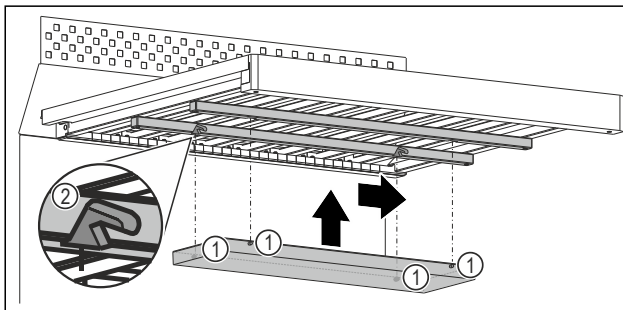

Fig. 104 Immagine a titolo di esempio
- Inserire ogni perno Fig. 104 (1) nell'incavo Fig. 104 (2) corrispondente delle barre sotto la griglia di legno.